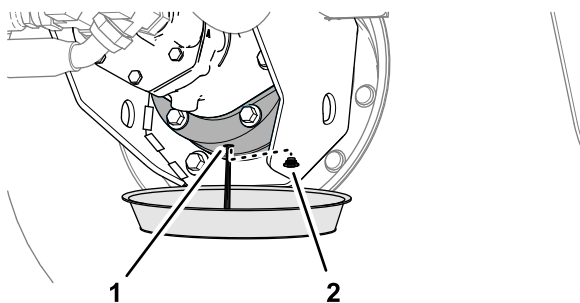

Figure 89
- Placez un bac de vidange sous le carter de frein, enlevez le bouchon de vidange et vidangez toute l'huile (Figure 89).